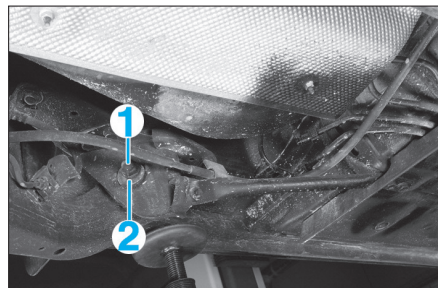

Fig. 2
- Si la valeur mesurée est hors tolérance, desserrer l'écrou (1) (Fig.2) de came de réglage (2) du bras longitudinal.
- Agir sur la came de réglage (2).
- Serrer l'écrou de came de réglage (1).